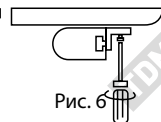

Рис. 6
- установка светильника с боковыми элементами крепления см. рис. 6;